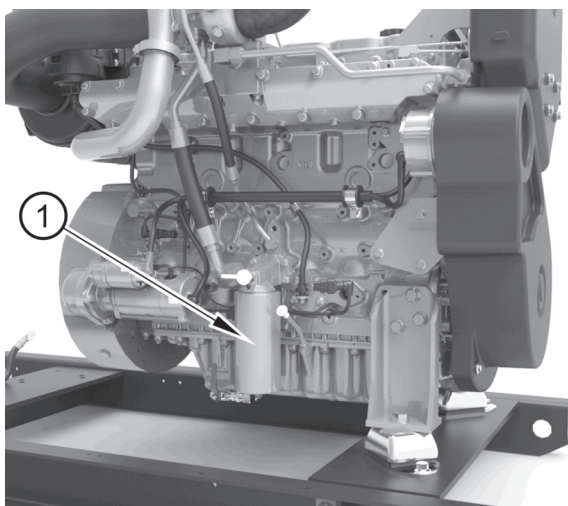
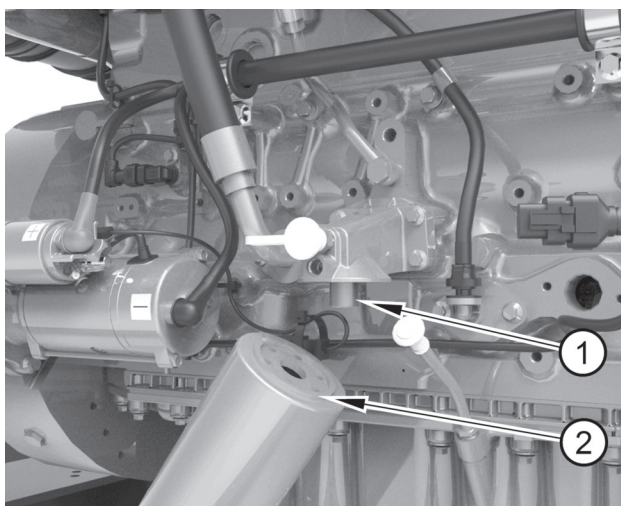

Figure 33
Figure 34
2. Déposez la cartouche du filtre (figure 33, repère 1) avec une clé à sangle ou un outil similaire. Vérifiez que l'adaptateur (figure 34, repère 1) est bien fixé dans la tête du filtre. Mettez ensuite la cartouche au rebut.